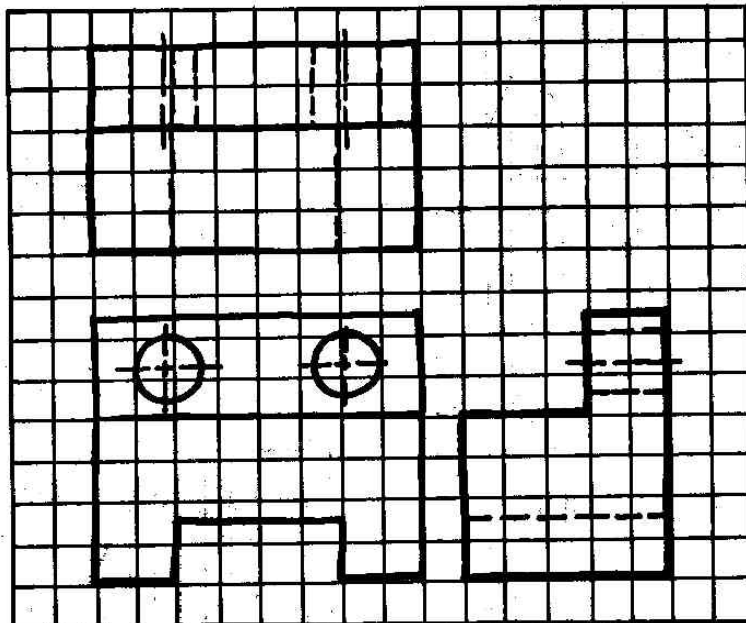
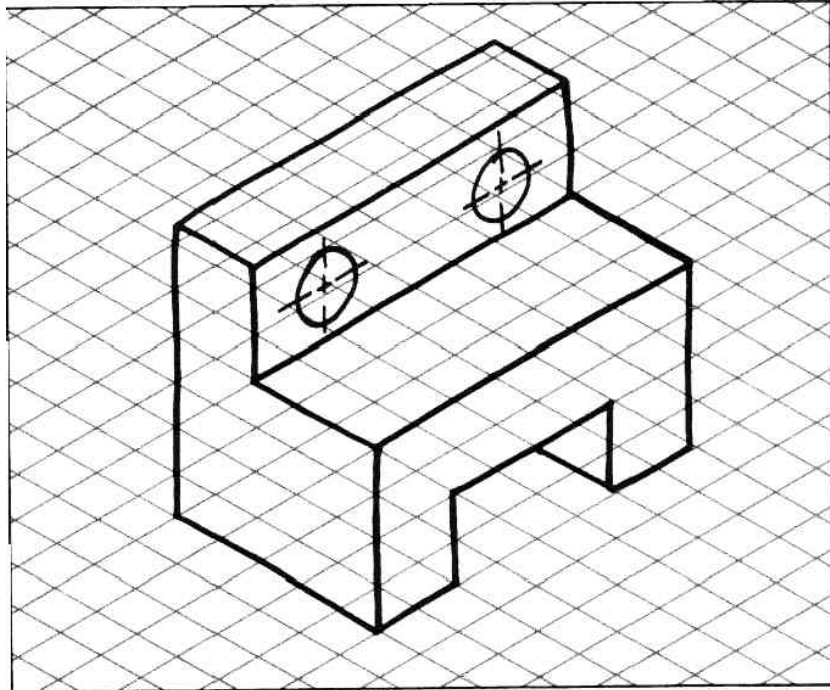

Figure 3.1
Figure 3.2
1. Tracer à main levée les formes géométriques présentées comme modèle (figure 3.1 et 3.2), représentant une même pièce en projection orthogonale (figure 3.1) et en projection isométrique (figure 3.2).